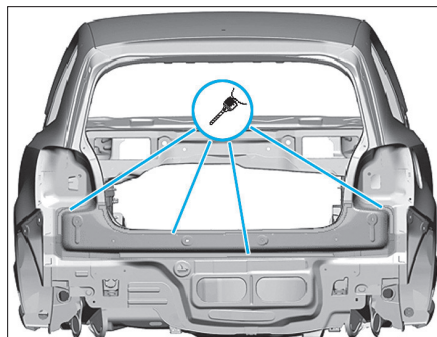

FIG. 111
- Dépointer la traverse aux endroits indiqués (Fig.111).